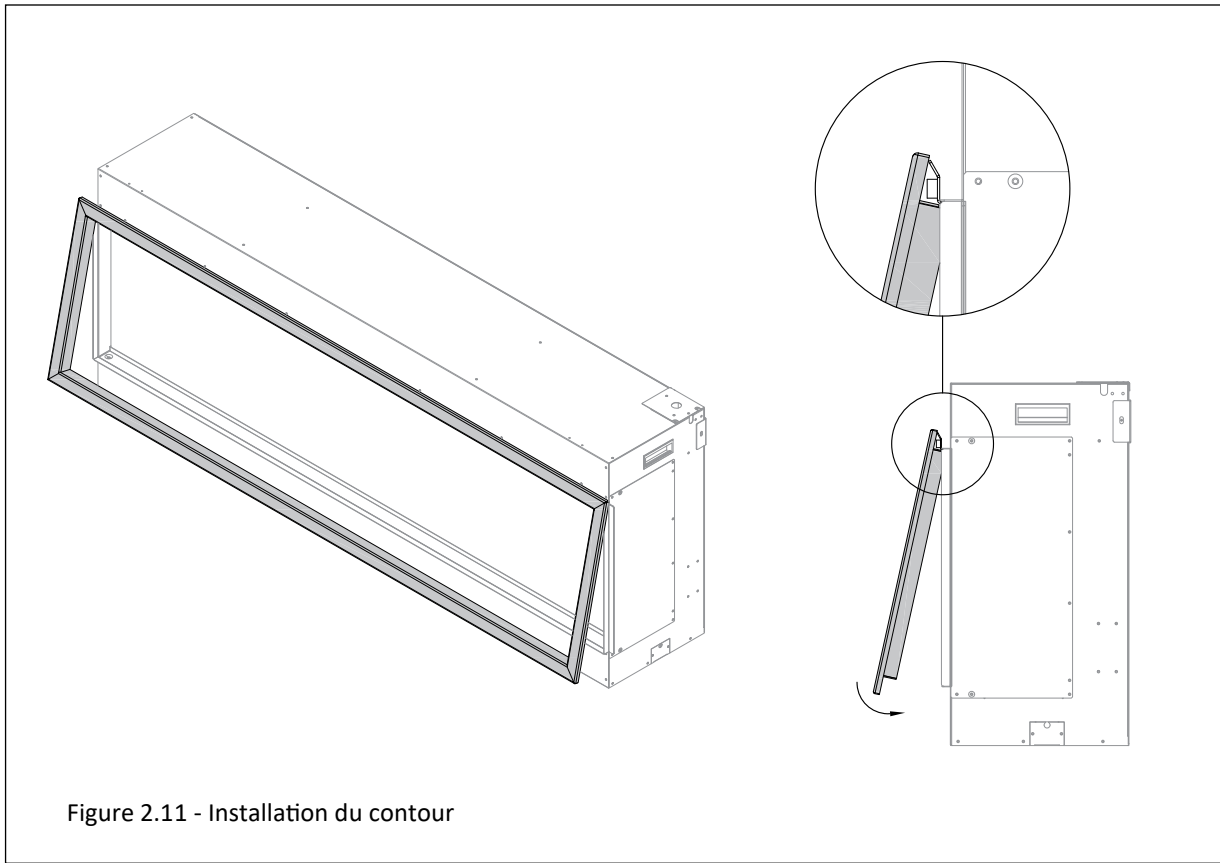

Figure 2.11 - Installation du contour
4. Installez le contour rectangulaire en suspendant le haut du contour sur les crochets aimantés, tel que montré à la Figure 2.11. Le contour rectangulaire a un haut et un bas, faciles à distinguer par la largeur de leur rebord. Assurez-vous que ce soit bien le rebord plus large qui soit au bas de l'ouverture vitrée. Si vous l'installez avec le rebord plus large au haut, le contour risque de couvrir les passages d'air chaud de l'appareil.